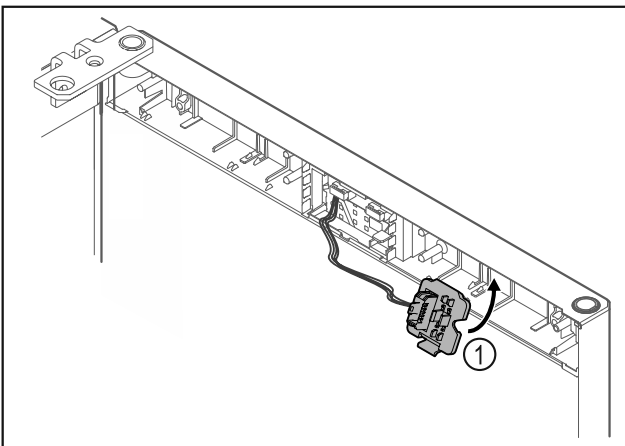

Fig. 21
- Innestare il porta-connettore Fig. 21 (1) sul lato opposto.